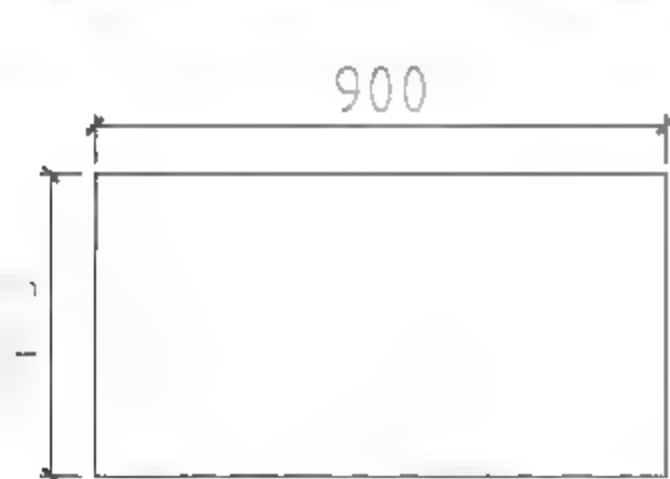

图8-173 绘制矩形
- 01 调用REC【矩形】命令，绘制如图8-173所示的矩形。